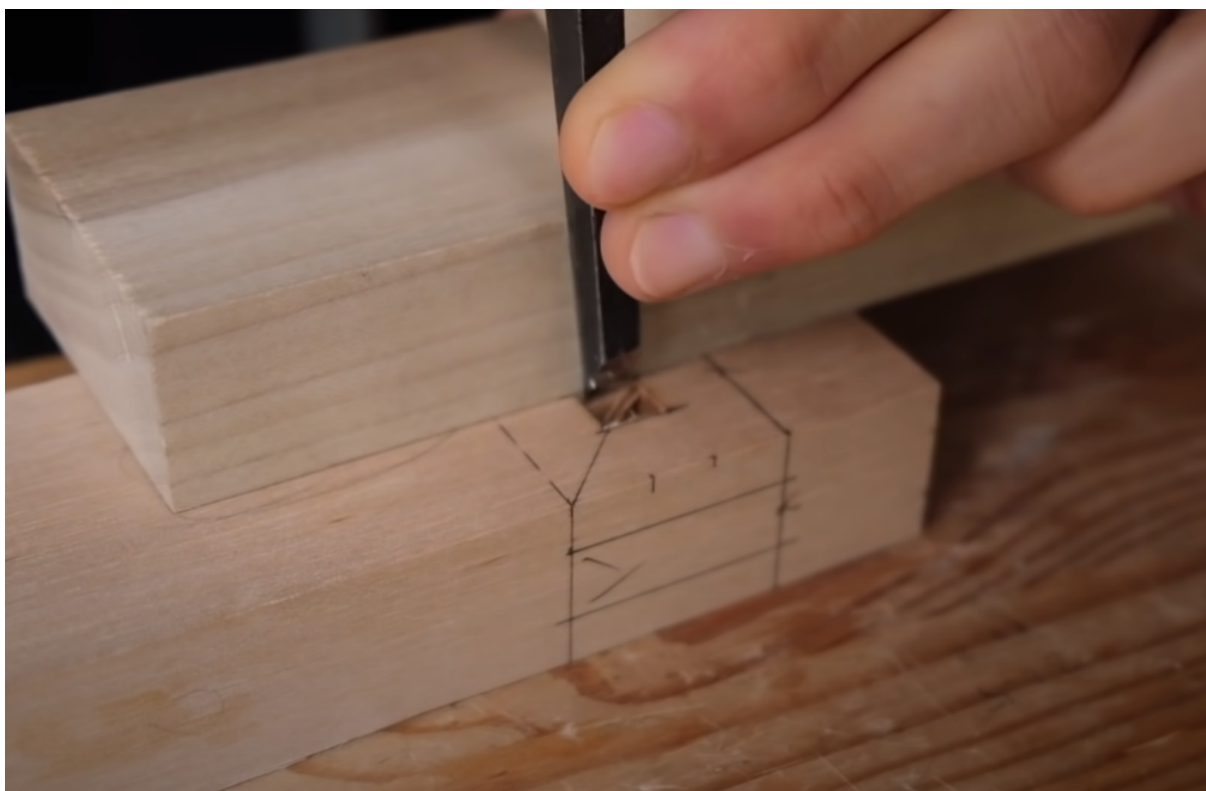

Figure 6.1: Dletenje pravokotne zareze.
- lahko si pomagamo s pravokotnim blokom, ki ga postavimo na začrtan rob, kot to vidimo na fig. 6.1